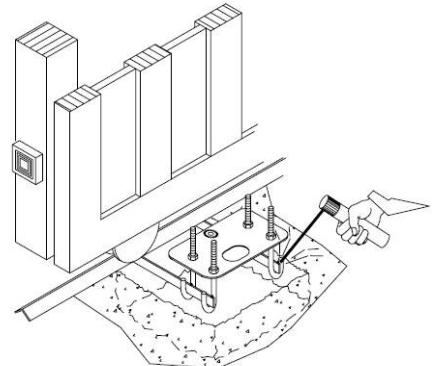
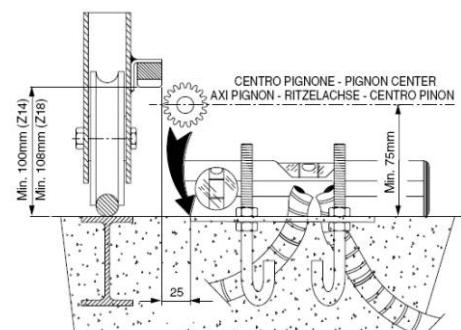

рис.11
рис.12
- Сделайте углубление в земле, куда потом будет устанавливаться монтажная пластина (рис. 11).
- Закрепите монтажные крюки как на рис.11 в 4-х отверстиях. Расположите пластину полностью в углублении, заполненным бетоном, и опустите крюки до уровня пластины, соблюдая размеры (рис. 12).